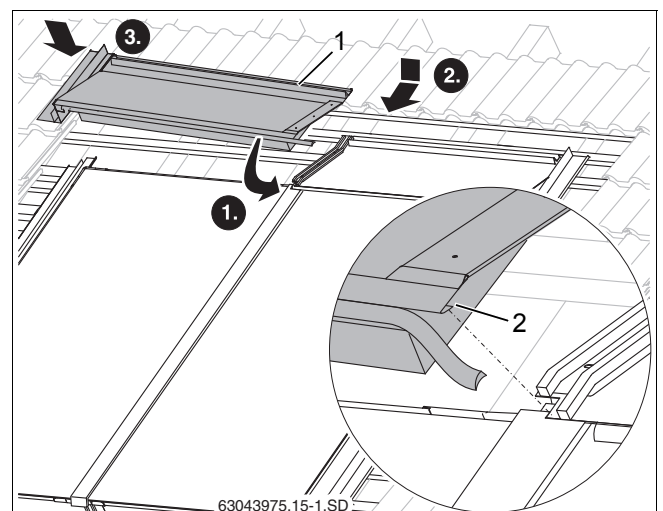

Рис. 56 Верхний левый накладной лист
- ▶ Другие верхние накладные листы заправьте фальцем (рис. 56, [2]) в уже смонтированный накладной лист и затем придвиньте к коллектору.
- ▶ Введите левый верхний накладной лист (рис. 56, [1]) в левый боковой накладной лист.